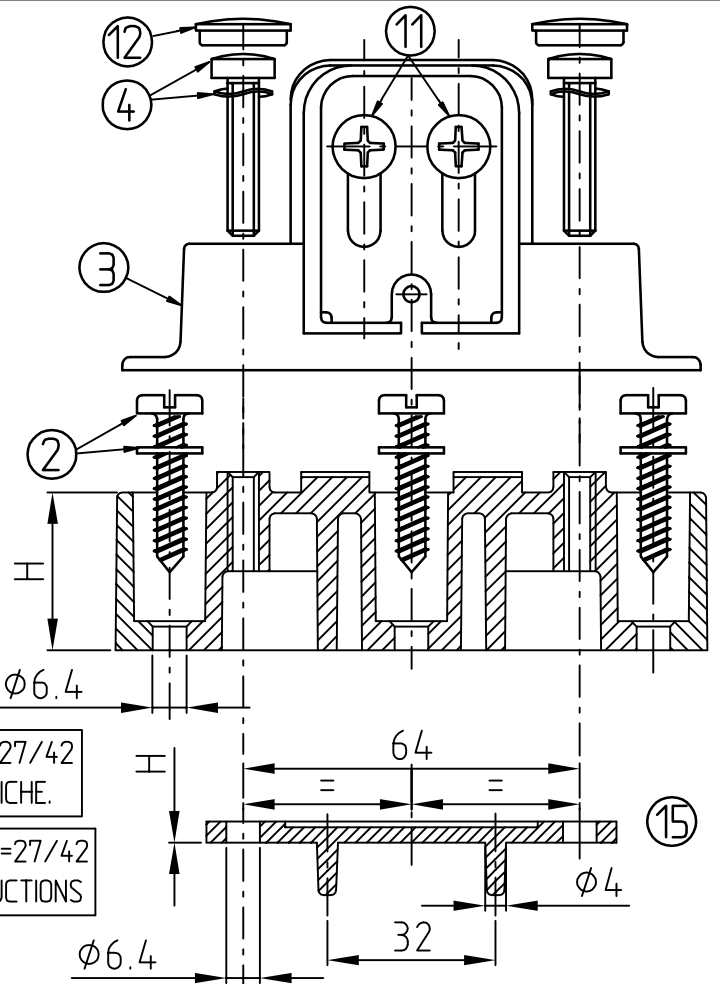

FIG. 3
2 – fig.3 scegliere lo spessore con “H” appropriata, secondo la tabella, nel caso H =0 (15) richiedere le istruzioni specifiche.
3 – fig.3 posizionare correttamente lo spessore (1), avvitarlo al telaio con tre viti e le relative rosette (2) (si consiglia di Ø 6 mm fornitura a cura dell'utilizzatore).
4 – fig.3 montare il rispettivo riscontro (3), avvitarlo con le 2 viti e le relative rosette elastiche (4).
13 – fig.3 regolare la posizione del riscontro agendo sulle viti (11) e (4);
14 – fig.3 inserire i 2 tappi (12) nelle loro sedi montare il coperchio (13) e avvitarlo con la vite (14):
2 – fig.3 choose the correct “H” thickness, in according with the enclosed table; if H=0 (15), require specific instructions.
3 – fig.3 set the shim (1), fix it on the frame using 3 screws and rings (2). (best application screws Ø 6mm – not included).
4 – fig.3 set the respective strike (3), tighten it using the 2 screws and the elastic rings (4).
13 – fig.3 adjust the strike position working on the screws (11) e (4);
14 – fig.3 insert the 2 taps (12) into their housings, fix the cover (13) using its screw (14).